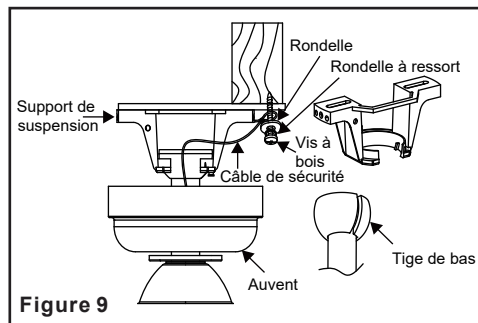

Figure 9
Étape 4 : Placez la boule de tige de suspension dans la douille du support de tringle (Fig.9). Assurez-vous que la boule de la tringle est logée dans la rainure du support de tringle. Enfoncez une vis à bois et des rondelles dans le côté du support qui maintient la boîte de sortie. Laissez 3mm (1/8") d'espace entre le support et la rondelle. Insérez le câble de sécurité dans le cintre et l'un des trous de la boîte de sortie dans le plafond. Ajustez la longueur du câble de sécurité à atteindre la vis et les rondelles en tirant sur le câble par le serre-câble jusqu'à ce que la longueur soit correcte, remettez l'extrémité du câble à travers le serre-câble, en formant une boucle à l'extrémité du câble. Serrez bien le collier de serrage du câble. Maintenant, mettez la boucle dans l'extrémité du câble de sécurité sur la vis à bois et sous la rondelle. Serrez bien la vis à bois (figure 9).